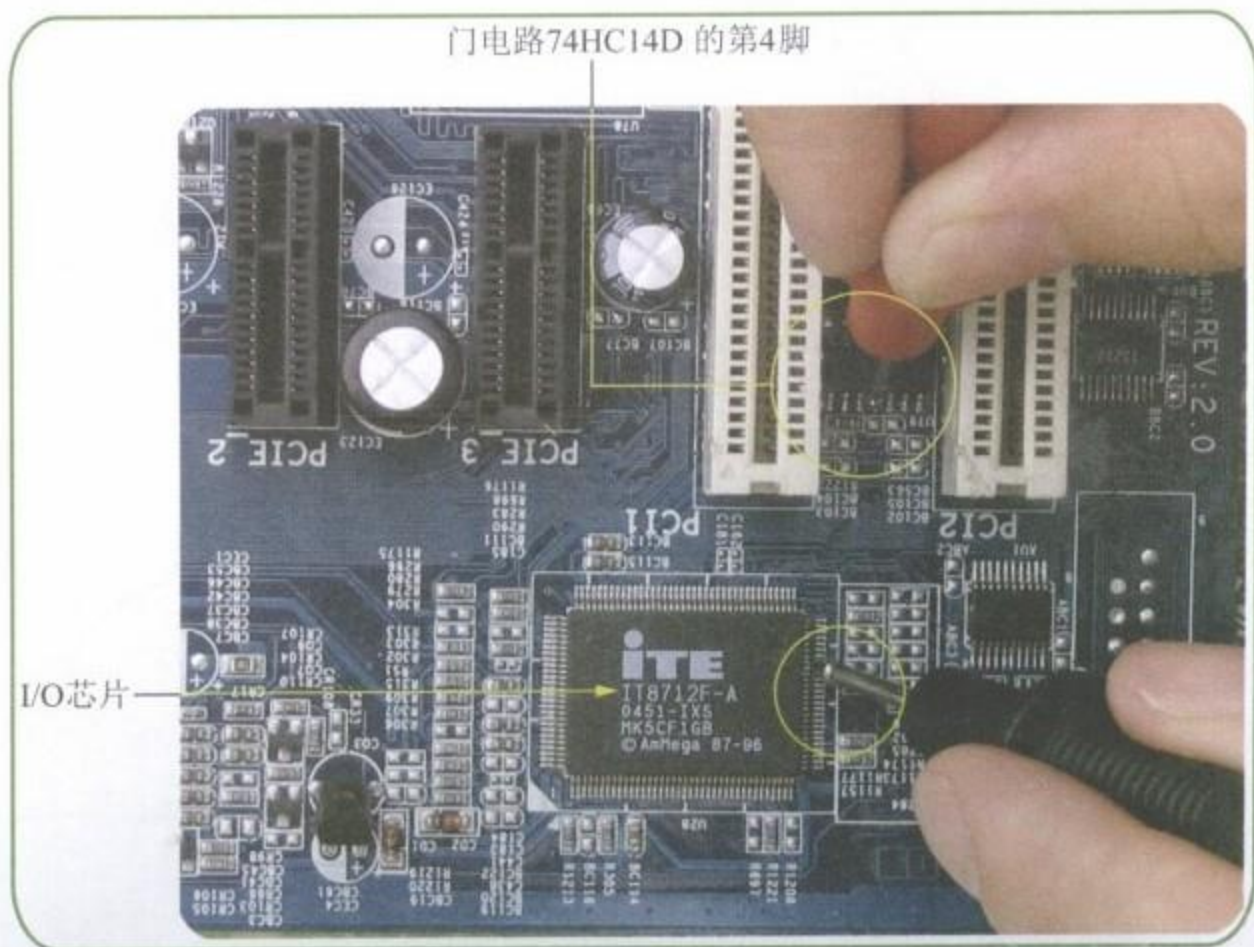

图10-20 测量门电路74HC14D的第4脚到I/O芯片RST#引脚的线路
Step 03 测量门电路芯片74HC14D的第4脚到I/O芯片RST#引脚的线路，如图10-20所示。